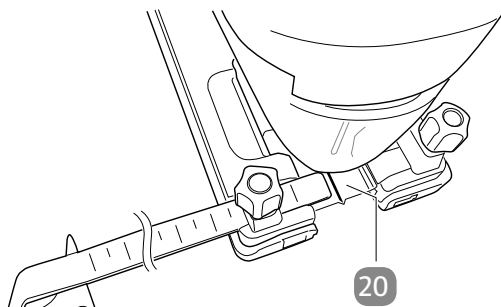

Fig. 1
3. Regolare la distanza allineando il numero di centimetri desiderato sulla guida parallela sopra alla linea rossa **20** (vedi **Fig. 1**).
- Innanzitutto tracciare sul pezzo da lavorare una linea da utilizzare come guida. Mediante la linea rossa tra le viti di fissaggio (vedi **Fig. 1**) è possibile condurre la sega lungo la linea contrassegnata per tagliare il pezzo con precisione.